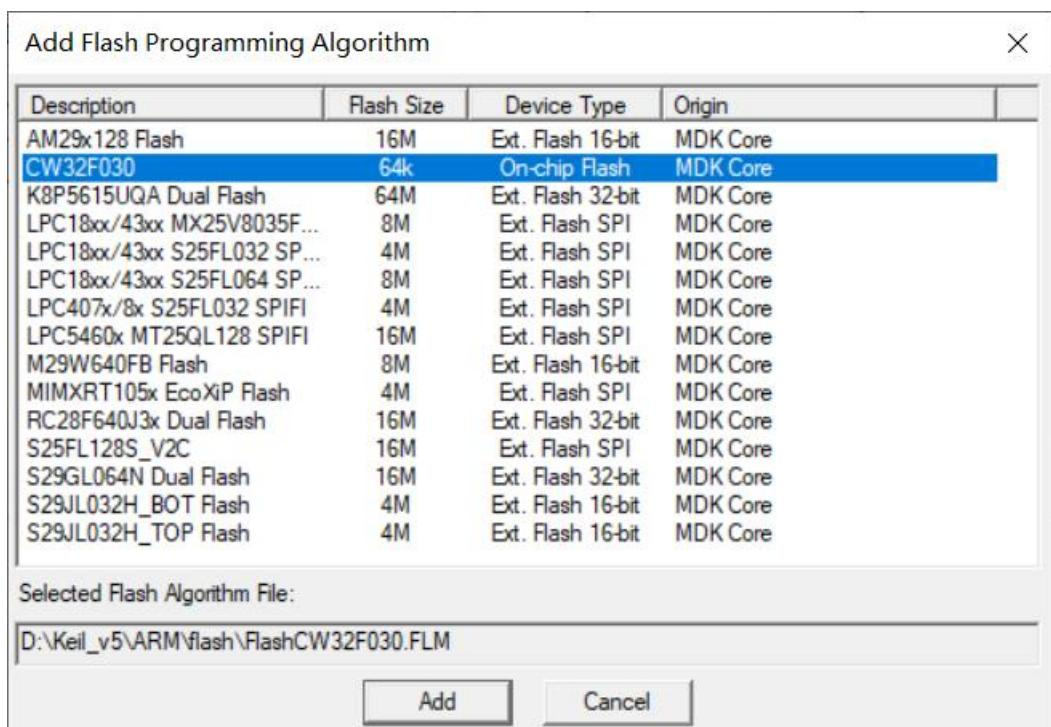

图 2.5.10
(12) 点击“Add”按钮，找到“CW32F030”的 Flash 烧写算法，点击“Add”按钮添加，如图 2.5.10：